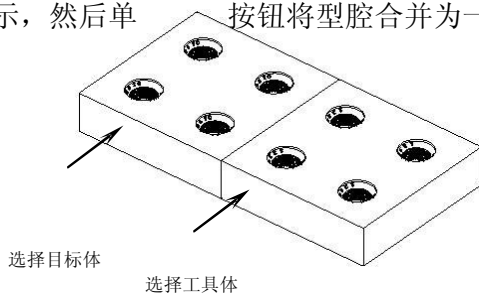

图5-31
8. 在【特征操作】工具条中单击 **求和** 按钮，依次选择目标体和工具体，如图 5-31 所示，然后单击 **求和** 按钮将型腔合并为一个整体。